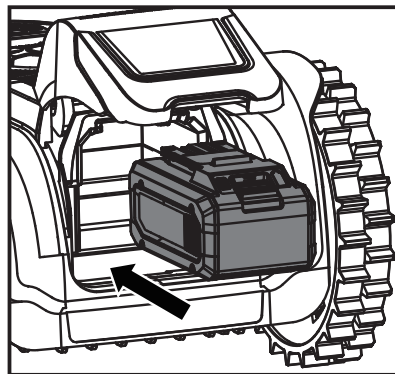

Figure 1
2. Alignez les rails de support situés dans le compartiment à batterie avec les guides du bloc-batterie, puis insérez le bloc-batterie dans le compartiment (Figure 1).